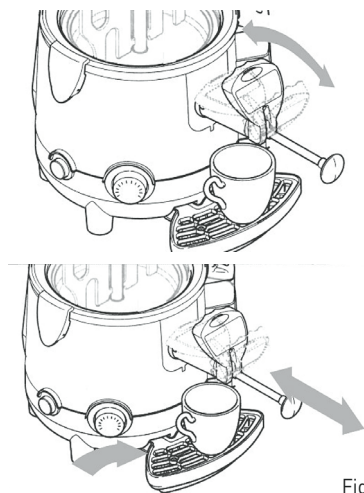

Fig. 1
- Если горячий шоколад наливается слишком медленно, рекомендуется максимально выдвинуть рычаг; для устранения закупорок в дозаторе, следует несколько раз потянуть и нажать на рычаг в свою сторону и от себя, без выключения устройства (смотрите: Рис. 1).
**Внимание! Опасность ожогов!** Во время работы не трогать крышку контейнера (1) или контейнера (2), т.к. они очень нагреваются. Крышку контейнера (1) следует всегда поднимать за ручку.